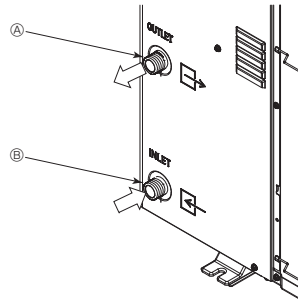

Fig. 6-1
6.1. Wasserrohrverbindungen (Fig. 6-1)
- Einlaß- und Auslaßleitungspositionen werden in Fig. 6-1 gezeigt.
[Fig. 6-1]